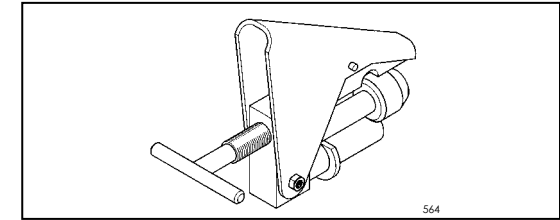

Fig. 4
1.8 ACCESSORIES ON REQUEST**#4021852 Clamp for lighth-alloy rims** (Fig.4).
1.8 ACCESSOIRES EN OPTION**#4021852 Étau pour roues en tôle légère**(Fig.4).
1.8 ZUBEHÖR AUF ANFRAGE**#4021852 Montageklemme für Alufelgen** (Abb.4).